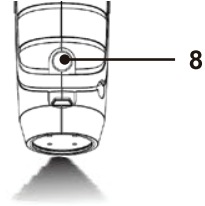

Fig. 11
Pour éteindre la lumière, appuyez sur l'interrupteur marche/arrêt (8) et relâchez-le à nouveau (Fig.11).